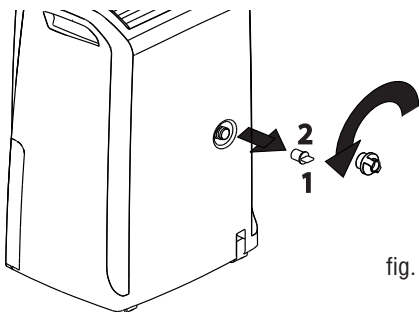

fig. 2
- 1) Løsn beskyttelsesproppen **1** ved at dreje den mod uret, og fjern gummiproppen fra munden **2** (fig. 2).